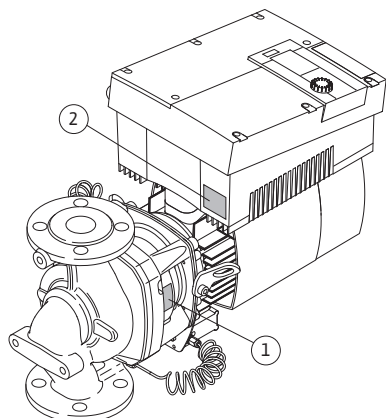

Fig. 11: A típus táblák elrendezése:
- A szivattyú-típus tábla (Fig. 11, 1. poz.) tartalmazza a sorozatszámot (Sorozatsz.: .../...), amely pl. pótalkatrész-rendeléshez szükséges.
- Az elektronikamodul-típus tábla (elektronikamodul = inverter, ill. frekvenciaváltó) (Fig. 11, 2. poz.) a használt elektronikamodul megnevezését tartalmazza.